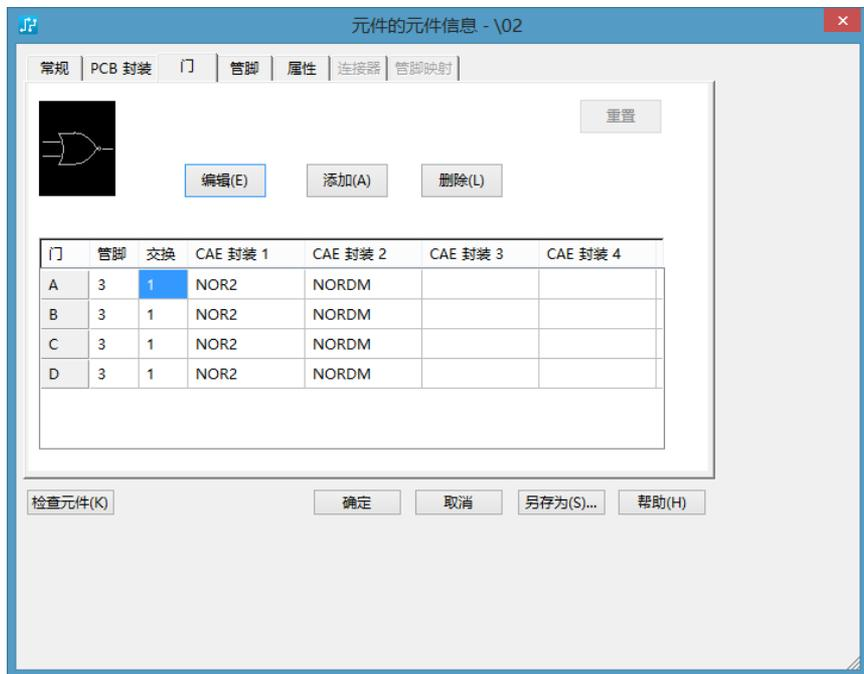

图 9-35 “门”选项卡
“门”选项卡如图 9-35 所示。下面以 7402 为例介绍该选项卡中参数的设置。
(1) 门 该选项用于设置逻辑门的名称，如图 9-35 中所示的“A”“B”“C”“D”。
(2) 交换 双击该选项，输入交换序号，范围为 0~100。具有相同交换序号的逻辑门可以进行交换，以减少过孔的使用，方便 PCB 设计的布线操作。注意，当该选项设置为 0 时，表示不可以进行交换操作，故交换序号均为“0”的门不可以进行交换。
(3) CAE 封装 1~CAE 封装 4 双击此选项，添加或编辑 CAE 封装，PADS 最多允许一个元器件类型有 4 个 CAE 封装。